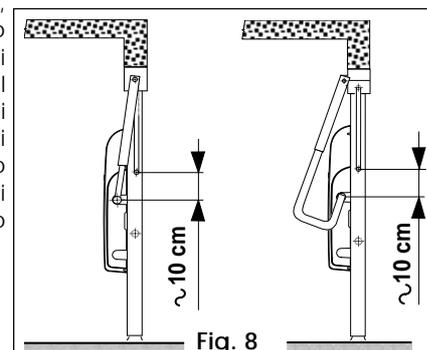

Fig. 8
- **basculante a telo unico debordante (Fig. 8)**